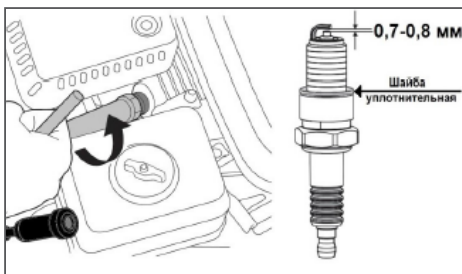

Рис. 23 Обслуживание свечи зажигания
1. Снимите со свечи зажигания колпачок высоковольтного провода и удалите грязь вокруг свечи зажигания (Рис. 23).
4. Измерьте зазор между электродами свечи зажигания специальным щупом. Зазор должен быть $0,7-0,8$ мм (Рис. 23). При увеличении, или уменьшении требуемого зазора, рекомендуется заменить свечу, так как регулировка зазора может привести к изменению качества искрообразования.